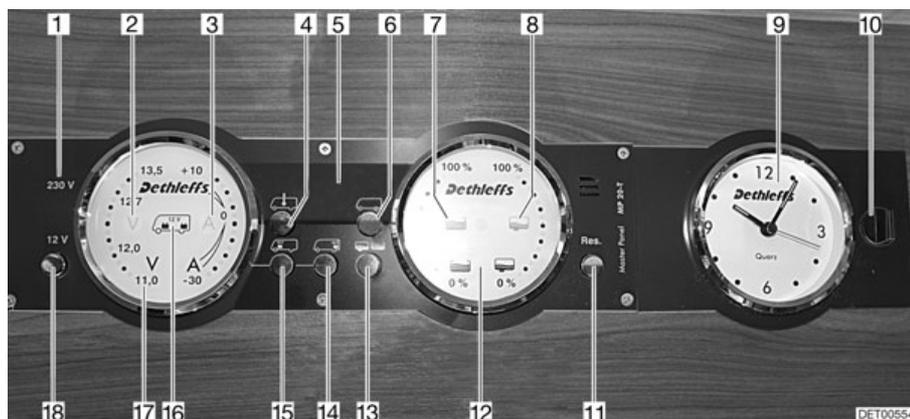

Fig. 161 Panel MP 20-T
Se enciende la luz de control de 230 V (Fig. 161,1) cuando hay tensión de red en la entrada del bloque eléctrico.
El interruptor principal de 12 V (Fig. 161,18) conecta y desconecta el panel y la alimentación de 12 V del habitáculo.
- Pulsar la tecla "12 V" (Fig. 161,18) brevemente. La alimentación de 12 V del habitáculo está conectada. La visualización de control "12 V" está encendida.
- ▷ En caso de que después de la conexión parpadeen tanto el LED "11,0" de la visualización de voltios así como el símbolo Voltios "V" (Fig. 161,2) en el instrumento indicador Baterías (Fig. 161,17), será demasiado baja la tensión de la batería del habitáculo. Cargar la batería.
- ▷ En caso de que después de la conexión parpadeen tres veces la visualización de control "12 V", el símbolo Batería del habitáculo (Fig. 161,16) y el símbolo Voltios "V" (Fig. 161,2), estará activada la separación de batería. Desactivar la separación de batería.
- Pulsar la tecla "12 V" (Fig. 161,18) brevemente. La alimentación de 12 V del habitáculo está desconectada. La visualización de control "12 V" se apaga.
- Pulsar la tecla Batería del habitáculo (Fig. 161,14) y mantenerla pulsada aprox. 10 segundos. Los símbolos Voltios "V" (Fig. 161,2) y Amperios "A" (Fig. 161,3) parpadean tres veces. La batería del habitáculo está separada de la red de a bordo de 12 V.
- Pulsar la tecla "12 V" (Fig. 161,18) y mantenerla pulsada aprox. 5 segundos. El símbolo Voltios "V" (Fig. 161,2) parpadeará tres veces. La batería del habitáculo está conectada a la red de a bordo de 12 V. La visualización de control estará encendida durante aprox. 2 segundos.
- Pulsar la tecla Batería del habitáculo  (Fig. 161,14). El símbolo Voltios "V" (Fig. 161,2) estará encendido. Según la carga o la descarga, el símbolo Amperios "A" estará iluminado de color blanco o rojo. La tensión de la batería y la corriente de la batería del habitáculo se visualizan a través de LEDs en el instrumento indicador.
- Pulsar la tecla Batería del motor de arranque  (Fig. 161,15). El símbolo Voltios "V" (Fig. 161,2) estará encendido. La tensión de la batería del motor de arranque es visualizada a través de LEDs en el instrumento indicador.
- Pulsar la tecla Depósitos  (Fig. 161,13). Los símbolos Depósito de agua  (Fig. 161,7) y Depósito de aguas residuales  (Fig. 161,8) estarán encendidos. Los niveles de llenado del depósito de agua (escala izquierda) y del depósito de aguas residuales (escala derecha) serán visualizados a través de LEDs en el instrumento indicador.
El símbolo Voltios "V" (Fig. 161,2) y el LED "11,0" parpadearán tan pronto la tensión de la batería caiga abajo de 11 V (medición durante el funcionamiento) y exista el riesgo de una descarga completa.
El símbolo Depósito de agua  (Fig. 161,7) o el símbolo Depósito de aguas residuales  (Fig. 161,8) parpadeará si el depósito de agua está vacío o el depósito de aguas residuales está lleno.
A través del visualizador digital (Fig. 161,5) es posible visualizar la temperatura interior y la temperatura exterior.
- Pulsar la tecla Temperatura interior  (Fig. 161,4). Indica la temperatura interior.
- Pulsar la tecla Temperatura exterior  (Fig. 161,6). Indica la temperatura exterior.
El instrumento indicador Reloj (Fig. 161,9) indica la hora. El reloj contiene una batería propia y no está conectado a la red de a bordo de 12 V.